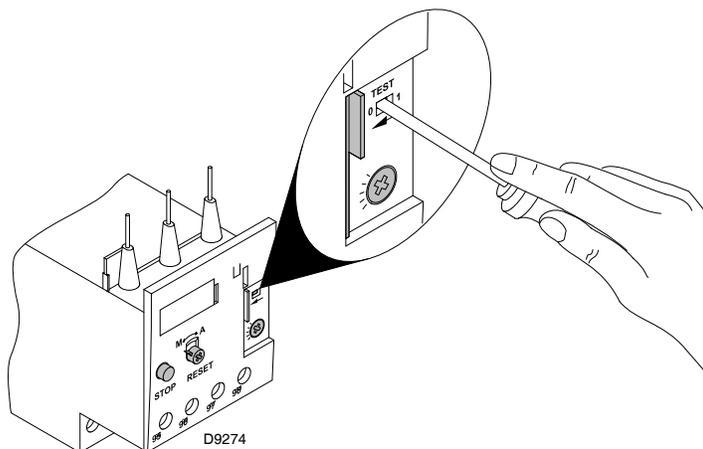

Fig. 28
- Para probar el relé térmico, introduzca un destornillador en la ventana "TEST" (Fig. 28) y mueva el mismo en el sentido de la flecha (hacia la derecha).